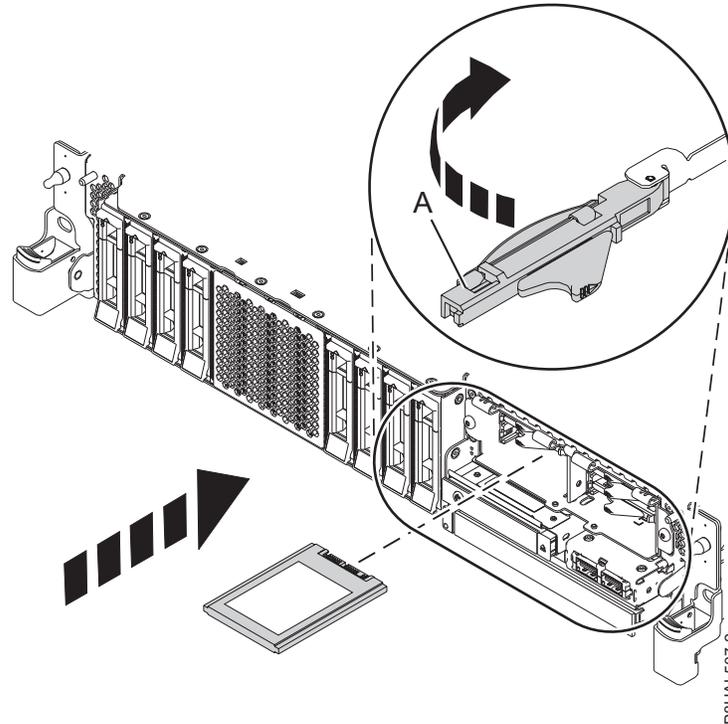

Figura 8. Instalar uma unidade SSD num sistema de função expandida 5148-21L, 5148-22L, 8247-21L, 8247-22L, 8284-21A ou 8284-22A
4. Com a pega do compartimento de unidade de SSD (A) na posição desbloqueada, puxe a alavanca para fora para ter acesso às calhas na ranhura de SSD. Apoie a parte inferior da SSD à medida que a alinha com as calhas na ranhura de SSD. Consulte Figura 8 na página 13.
5. Faça deslizar a unidade SSD no sistema até a unidade parar e, em seguida, bloqueie a unidade SSD rodando a pega do compartimento de unidade (A) na direção mostrada. Consulte Figura 8 na página 13.